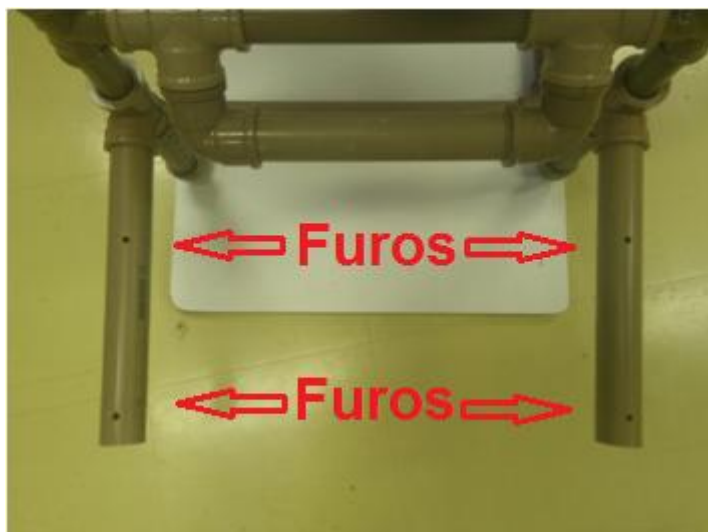

Figura 62. Fixação da chapa de apoio para os pés - Passo 1
- Passo 1: Faça dois furos passantes em cada cano, com a broca de 6 mm, conforme a figura 62;